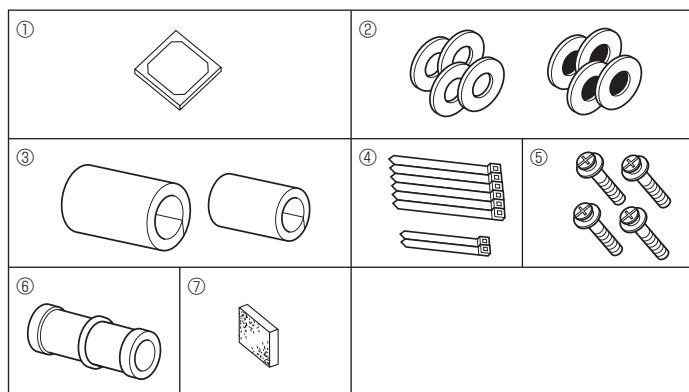

Fig. 4-1
4.1. Comprobación de los accesorios de la unidad interior (Fig. 4-1)